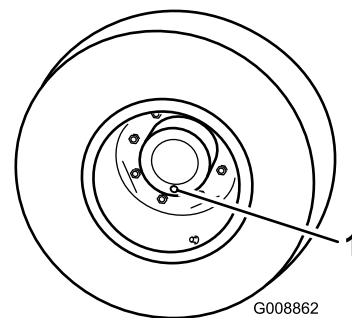

Figura 48
1. Con la máquina en una superficie nivelada, coloque una rueda de manera que uno de los tapones de verificación/drenaje esté en la posición más baja (posición de las 6) (Figura 48).